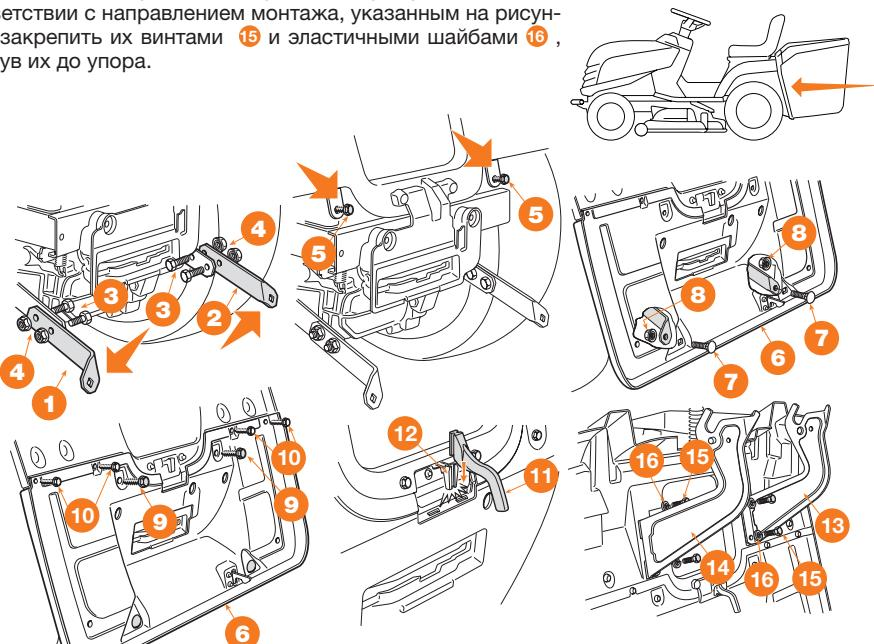

Рис. 2
- Установить две нижние скобы ① и ② в соответствии с направлением монтажа, указанным на рисунке, и закрепить их винтами ③ и гайками ④, затянув их до упора (Рис. 2).
- Удалить два винта ⑤, которые будут использоваться в дальнейшем.
- Установить нижнюю часть ⑥ задней пластины и прикрепить ее к нижним скобам винтами ⑦ и гайками ⑧, не затягивая их полностью.
- Завершить закрепление нижней части ⑥ задней пластины, завинтив до упора два центральных винта ⑨, которые ранее были удалены, и четыре верхних винта ⑩.
- Затянуть до упора две нижние гайки ⑪.
- Вставить рычаг ⑫ индикатора наполнения контейнера в гнездо ⑬ и надавить на него вниз до щелчка.
- Установить две опоры контейнера для сбора травы ⑭ и ⑮ в соответствии с направлением монтажа, указанным на рисунке, и закрепить их винтами ⑯ и эластичными шайбами ⑰, затянув их до упора.